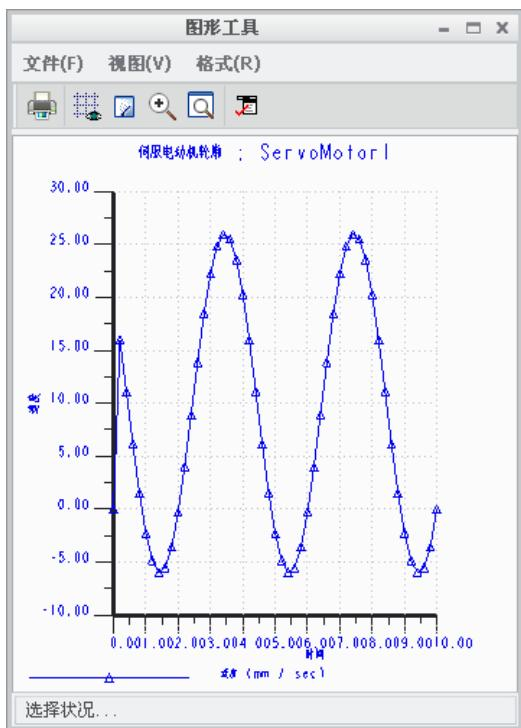

图 4.2.24 速度轮廓曲线
Step3. 选中**轮廓**选项右下方的**速度**复选框，然后单击图形按钮 [G] ，系统弹出图 4.2.24 所示的“图形工具”对话框。该对话框中同时显示伺服电动